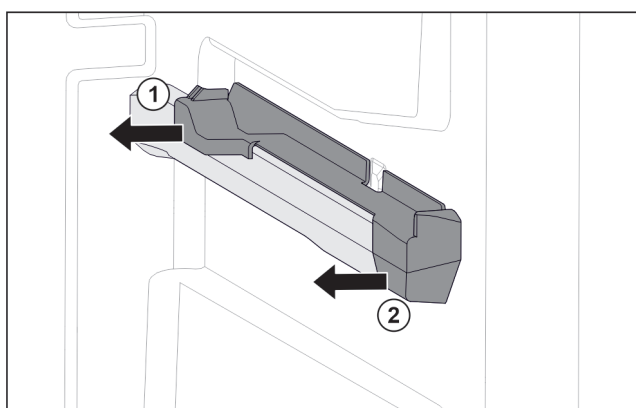

Fig. 25 Nasazovací díl na pravém žebrování na nádoby
- Uchopte nasazovací díl dole vzadu. Fig. 25 (1)
- Stáhněte nasazovací díl vzadu na stranu. Fig. 25 (1)
- Stáhněte nasazovací díl vpředu na stranu. Fig. 25 (2)